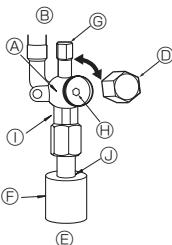

Fig. 4-7
- ① Remova a cápsula, puxe a alavanca na sua direcção e gire 1/4 de volta no sentido contrário aos ponteiros do relógio para abrir.
- (2) Lado do líquido (Fig. 4-7)
- ② Certifique-se de que a válvula de paragem esteja completamente aberta, empurre a alavanca e gire a cápsula de volta à sua posição original.